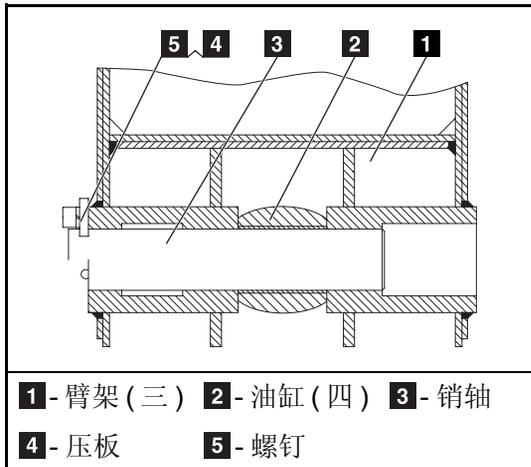

图 4-5(4) 油缸 (四) 与臂架 (三) 装配关系
- 按图4-5(2)连杆(五)与油缸(四)、连杆(六)装配关系,用钳子将开口销取出;在焊挡块那端用铜棒敲打销轴**6**,将销轴取出。拆下销轴**6**时,连杆(五)、油缸(四)分离开来。
- 按图4-5(4)油缸(四)与臂架(三)装配关系,用扳手将挡圈螺钉松开,将压板取下来;用铜棒敲打销轴**3**,将销轴取出。拆下销轴**3**时,臂架(三)、油缸(四)分离开来。
- 按图4-5(3)臂架(三)、臂架(四)、连杆(五)、连杆(六)装配关系,用扳手将挡圈螺钉松开,将挡圈取下来。